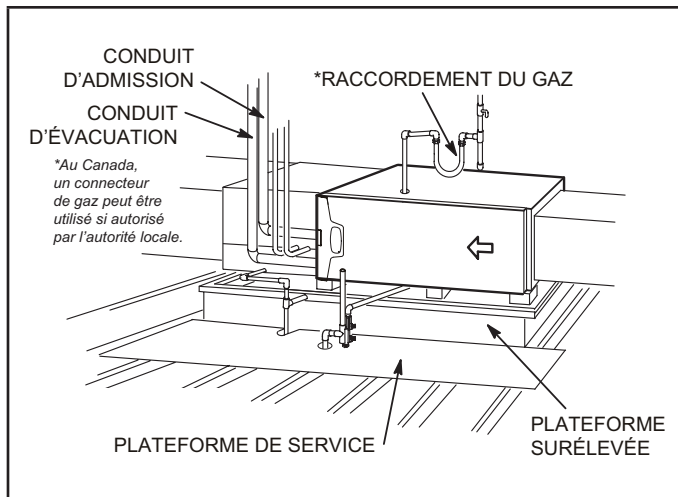

Figure 19
Ce générateur d'air chaud peut être installé dans un comble ou un vide sanitaire. Le suspendre aux chevrons du toit ou aux solives du plancher comme illustré à la Figure 18 ou le monter sur une plate-forme comme illustré à la Figure 19. Un ensemble de suspension à l'horizontale (51W10) peut être commandé auprès de Lennox ou remplacé pour un dispositif équivalent.
- 2 - Construire une plateforme surélevée en bois et la recouvrir d'un panneau de contreplaqué. Si l'unité est installée au-dessus d'un espace fini, installer une cuvette de drainage auxiliaire sous l'unité. Installer l'unité dans la cuvette comme illustré à la Figure 19. Prévoir un dégagement de 8 po en dessous de l'appareil pour liège à condensat.